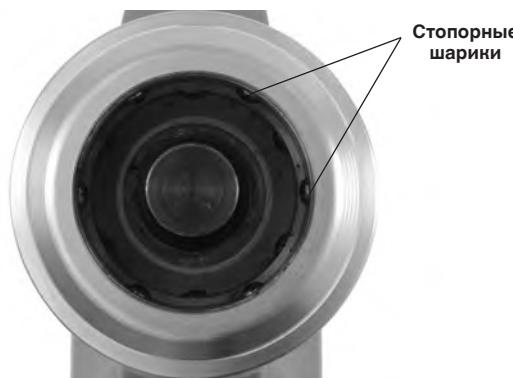

Рис. 4 – Внутренняя сторона муфты QCS
- Наличие двенадцати (12) стопорных шариков в муфте QCS во всех отверстиях и отсутствие их повреждений. На рис. 4 показана внутренняя сторона очищенной полнокомплектной муфты QCS.